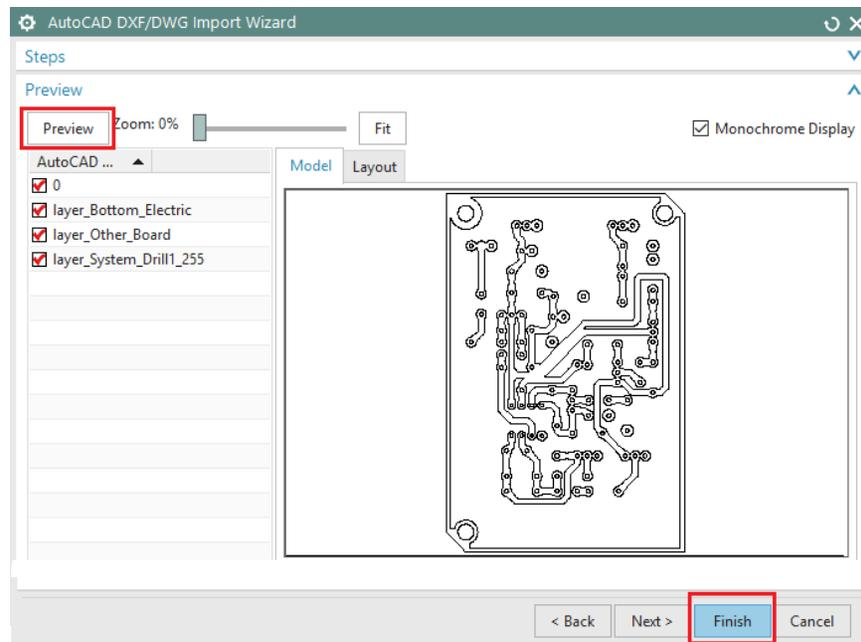

Figura 4.2 AutoCAD DXF/DWG Import Wizard
- En la ventana **AutoCAD DXF/DWG Import Wizard**, dar click en **Preview** para ver el archivo que se está abriendo, luego, dar click en **Finish** (Figura 4.2).